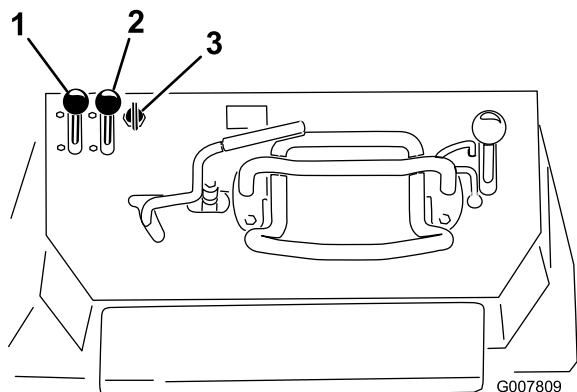

Figure 19
1. Réglez la commande d'accélérateur à mi-course entre les positions bas et haut régime (Figure 19).
2. Placez la commande de starter en position en service (Figure 19).
- Pour le modèle avec démarrage électrique, tournez la clé en position Contact (Figure 19). Relâchez la clé quand le moteur démarre.
4. Amenez progressivement la commande de starter en position hors service (Figure 19). Si le moteur cale ou hésite, engagez de nouveau le starter jusqu'à ce que le moteur soit chaud.
5. Réglez la commande d'accélérateur à la position voulue (Figure 19).
1. Placez la commande d'accélérateur à la position bas régime (Figure 19).
3. Tournez la clé de contact en position Arrêt (Figure 19).